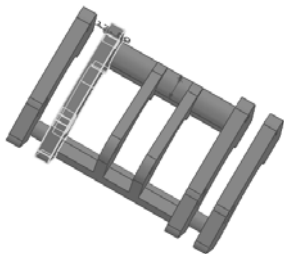

图 8-38 选择需要修改的特征 2
(1) 单击“特征”工具栏中的 (Instant3D) 按钮，开始动态修改特征操作。
(2) 单击“FeatureManager 设计树”中的“拉伸 2”作为要修改的特征，视图中该特征被亮显，如图 8-38 所示，同时，出现该特征的修改控标。